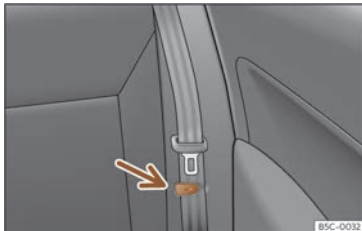

Fig. 111 Asento traseiro: pinza para suxeitar o cinto de seguridade.
- Coloque os cintos de seguridade laterais na pinza do revestimento»» **fig. 111**.